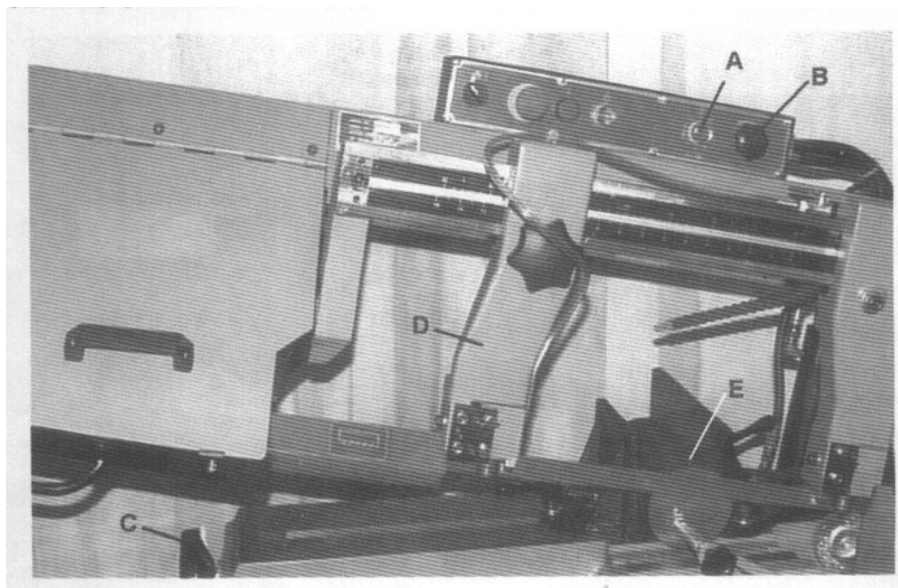

Рис. 20
3. Поднимите раму пилы и закройте ручку включения/выключения подачи (E) Рис.20.
4. Поместите заготовки (B) Рис.20 между губками тисков. Отрегулируйте заготовки на требуемую длину порезки и затяните зажимной патрон и колесо (C).
5. Убедитесь, что рычаг направляющей полотна (D) Рис.20 отрегулирован как можно ближе к заготовке.
7. Поверните ручку управления скоростью подачи (A) Рис.20 против часовой стрелки до тех пор, пока скорость движения полотна пилы не достигнет нужной величины.
9. После настройки нижней скорости (A), положение рамы пилы и движение вниз контролируется ручкой включения/выключения.